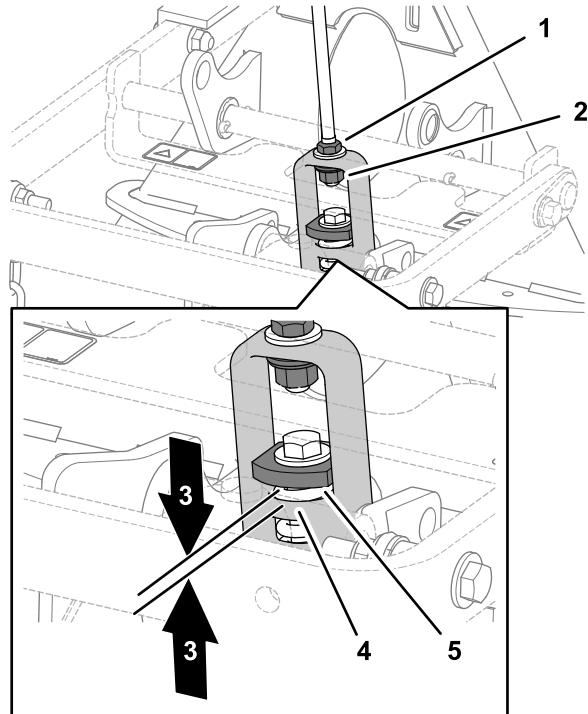

Рисунок 8
- Измерьте зазор между усиленной шайбой и буртиком в подъемной вилке на переходнике навесного оборудования, как показано на Рисунок 8.
Примечание: Звено будет правильно отрегулировано, если в результате вашего измерения зазор окажется от 1,5 до 2,0 мм между усиленной шайбой и буртиком подъемной вилки (Рисунок 8).